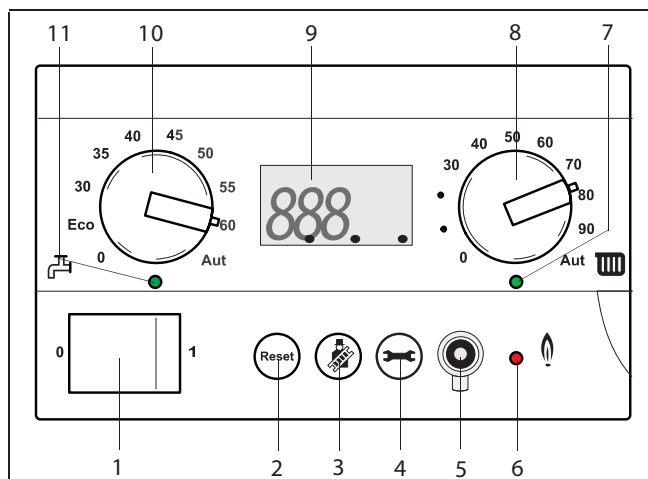

Fig. 27 BC 10
■ CONNETTORE DI MANUTENZIONE (fig. 27 pos. 5)
■ LED "BRUCIATORE ACCESO" (fig 27, pos. 6)
Il LED si accende non appena vi è presenza di fiamma (fig. 27, pos. 6).
■ REGOLAZIONE RISCALDAMENTO (fig. 27, pos. 8)
La manopola girevole, contrassegnata dal simbolo radiatore  ha la funzione d'impostare la temperatura di mandata massima desiderata (vedi tabella 5) nel circuito di riscaldamento. Con l'apparecchio in funzione in riscaldamento, il LED "Riscaldamento attivo" (fig. 27, pos. 7), sito sotto la manopola girevole, è illuminato insieme con il LED "Bruciatore acceso" (fig.27, pos. 6).
Il display visualizza durante il funzionamento le indicazioni relative alla temperatura di mandata, alla pressione dell'impianto e alla condizione operativa attuale (stato). Questi dati vengono esposti in successione dopo aver premuto il tasto di "manutenzione" (fig. 27, pos. 4). In caso di disservizio il display visualizza il codice relativo al tipo di anomalia presente in quel momento. Il significato del codice della modalità operativa o del disservizio può essere ricavato consultando il capitolo 14 "Diagnosi" del presente documento.
■ REGOLAZIONE DELLA TEMPERATURA DELL'ACQUA SANITARIA (fig. 27, pos. 10)
In presenza di durezza dell'acqua particolarmente elevata si consiglia di regolare la manopola sulla posizione "Eco" per ridurre al minimo il rischio di formazioni calcare. Con l'apparecchio in servizio per la produzione d'acqua calda, il LED "Produzione sanitaria" (fig. 27, pos. 11) sito sotto la manopola girevole si accende insieme con il LED "Bruciatore" (fig. 27, pos. 6).
L'apparecchio se viene utilizzato in combinazione con un accumulo solare, non e' possibile regolare la temperatura con la manopola di regolazione (fig.27, pos. 10) ad un valore inferiore a 60 °C, per non incorrere nel rischio di formazione di batteri della legionella. Inoltre, in suddette circostanze è opportuno non spegnere la caldaia.
- Togliere la tensione d'alimentazione dall'impianto, posizionando l'interruttore di rete su "0" (fig. 27, pos. 1).